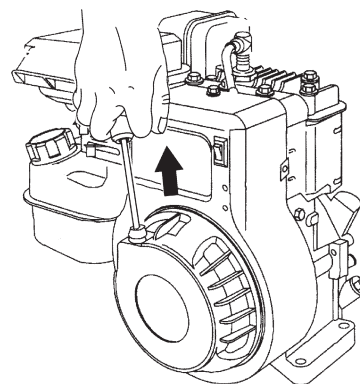

Figure 23. Poignée du lanceur
4. Saisir la poignée du lanceur (figure 23) et tirer doucement jusqu'à sentir une forte résistance, qui correspond au point de compression. **TIREZ** alors fermement et sans à-coups pour démarrer le moteur.